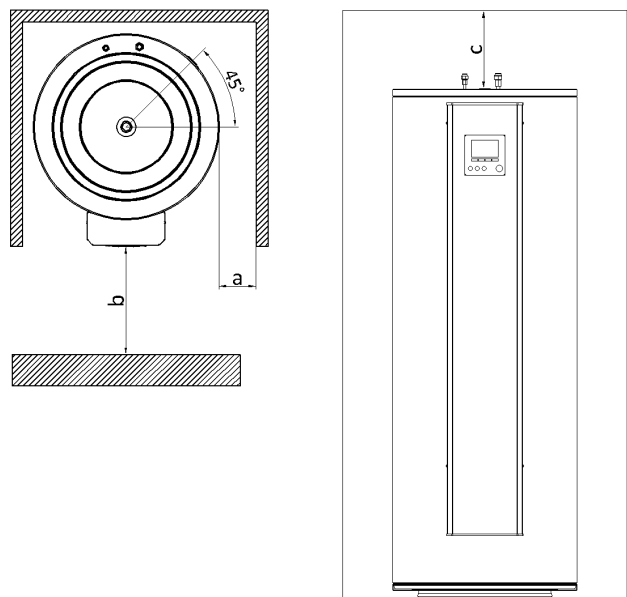

Figure 5-3
- Les distances minimales autour de l'unité pour l'accès au service doivent être respectées <Figure 5-3>.